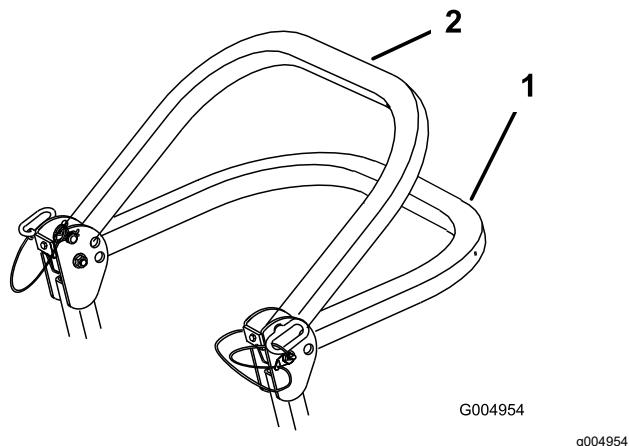

Figure 8
2. Baje la barra antivuelco (Figure 8).
Remarque: Hay dos posiciones de bajada; consulte Figure 8.